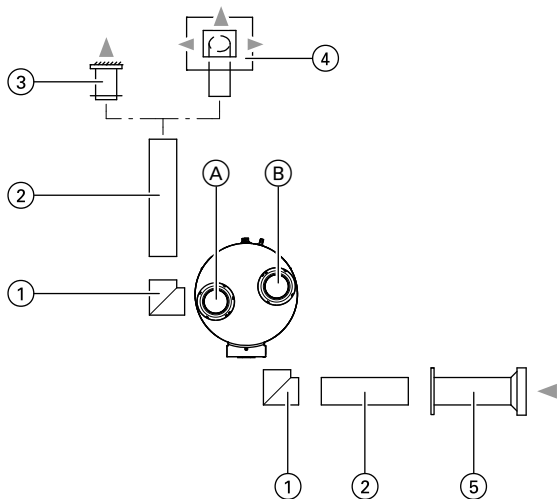

Abb. 12
- (B) Flexible Verbindungen für hydraulische Anschlüsse
- (C) Kunststoffrohre mit Wärmedämmung aus EPP oder wärmegeädämmte Flexrohre (DN 160 oder DN 180) für Leitungssystem Lufteintritt/Luftaustritt
- (D) Schwingungsdämpfung Wanddurchführung Lufteintrittsleitung
- (E) Schwingungsgedämpfte Aufhängung der Lufteintrittsleitung
- (F) Schalldämpfer Lufteintritt
- (G) Schalldämpfer Luftaustritt
- (H) Schwingungsgedämpfte Aufhängung der Luftaustrittsleitung
- (K) Schwingungsdämpfung Wanddurchführung Luftaustrittsleitung
- (L) Schwingungsdämpfung Fußboden
- (M) Stelfüße
1. Einzelne Leitungselemente mit Verbindungsstücken oder Muffen zusammenstecken: Siehe Systemdarstellungen Abb. 12 und 13.